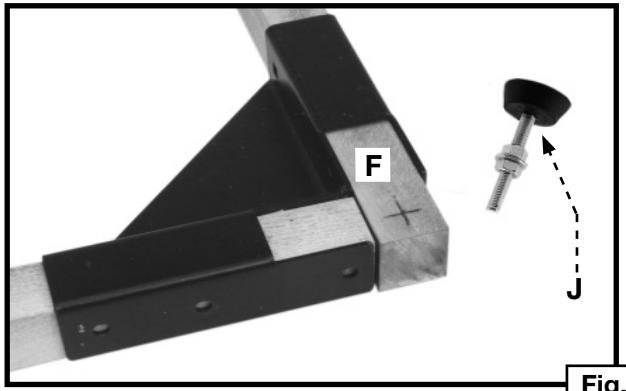

Fig. 9
9. En el mismo extremo de la base donde se ubicará el soporte giratorio, mida 19 mm (3/4") desde el extremo y el costado de las dos tablas laterales (F), Fig. 9, (el extremo sin las ruedas). Marque la ubicación donde taladrará los dos orificios de 11,11 mm (7/16") destinados al acople de las dos patas de elevación, uno de las cuales se muestra en el punto (J).